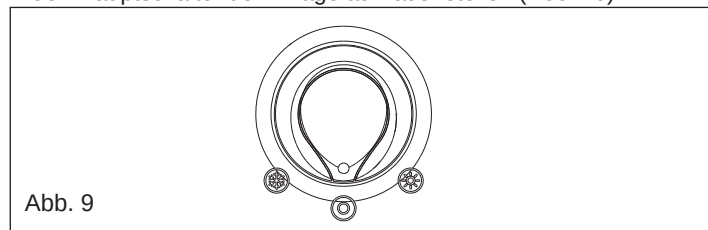

Abb. 9
- den Funktionswahlschalter auf ☉ (aus/Entstörung) (Abb. 9) positionieren